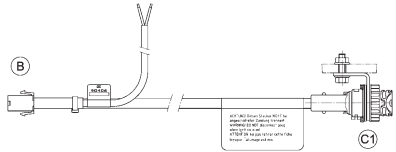

Abb. 3
- 1 x Verbindungskabel (15 m) mit Haltewinkel und Befestigungsschraubensatz M 6 (Abb. 3).